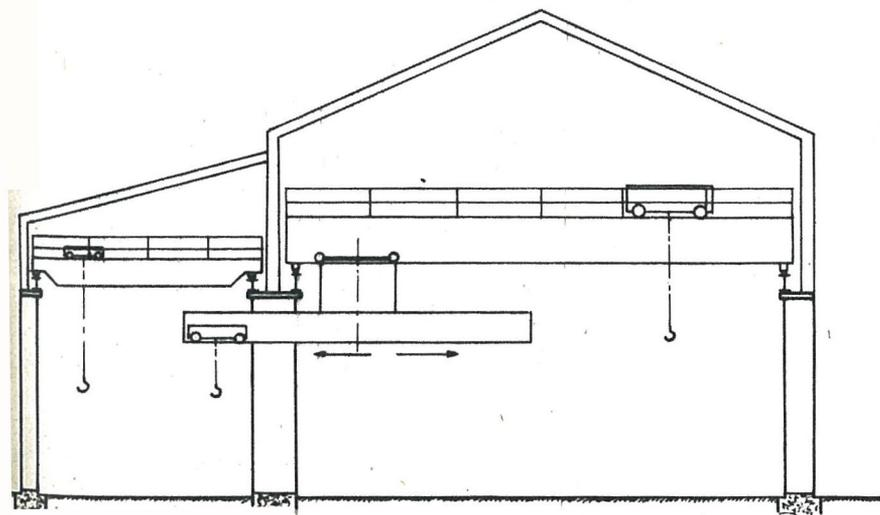

Fig. 4. Pont roulant télescopique.
- pont roulant télescopique (fig. 4).